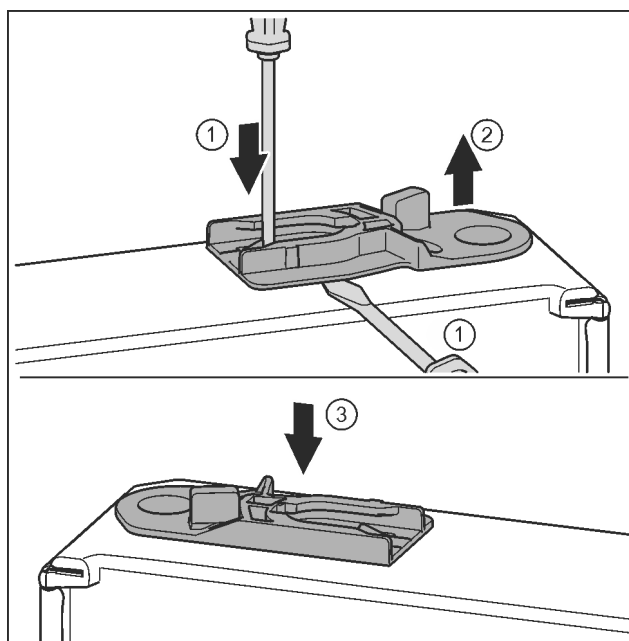

Fig. 37
- ▶ Витягніть направляюче гніздо: Натисніть шліцевою викруткою накладку і одночасно підведіть її під направляюче гніздо. *Fig. 37 (1, 2)*
- ▶ Направляюче гніздо, що входить до складу поставки, вставити з іншого боку корпуса. *Fig. 37 (3)*